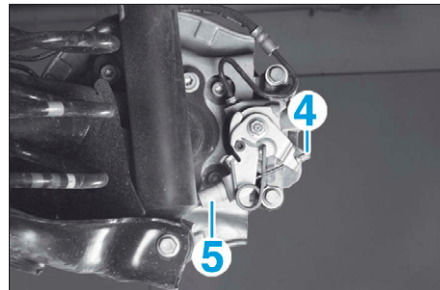

FIG. 43
- désaccoupler les câbles de frein de stationnement (4) (Fig.43),
- dégager des guides les câbles de frein de stationnement (5),